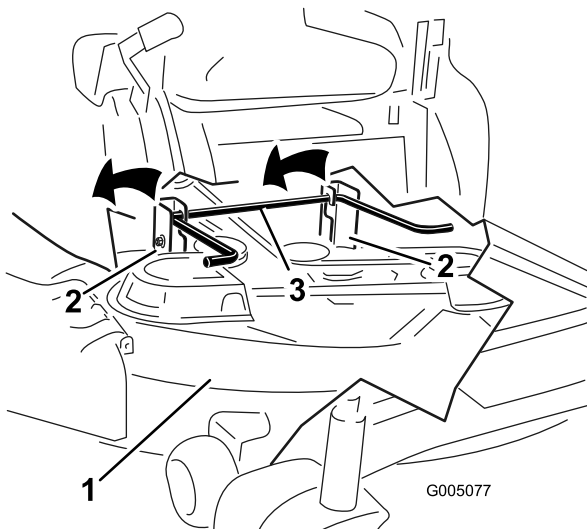

Figura 66
6. Alzate il tosaerba e i supporti di sostegno dall'asta di sollevamento posteriore e abbassate con cautela il tosaerba al suolo (Figura 66).
5. Alzate la parte posteriore del piatto di taglio e guidate i supporti di sospensione lungo l'asta di sollevamento posteriore (Figura 66).